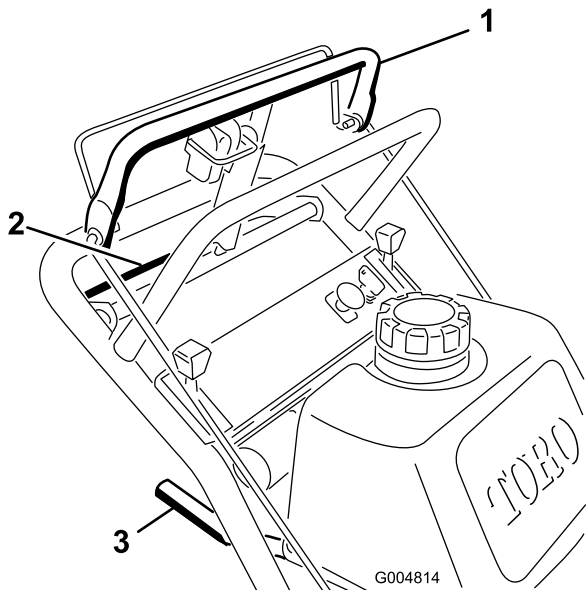

Bild 10
1. Legen Sie einen Vorwärtsgang ein, um vorwärts zu fahren (Bild 10).
3. Drücken Sie langsam auf den oberen Schaltbügel, um vorwärts zu fahren (Bild 10).
Üben Sie zum Geradeausfahren einen gleichmäßigen Druck auf beide Enden des oberen Schalthebels aus (Bild 10).
Reduzieren Sie zum Wenden den Druck auf die Seite des oberen Schalthebels in der Richtung, in der Sie wenden möchten (Bild 10).
3. Drücken Sie den unteren Schaltbügel und den unteren Holm langsam zusammen, um rückwärts zu fahren (Bild 10).
7. Aktivieren Sie den unteren Schaltbügel und heben Sie gleichzeitig den unteren Holm hoch, um über den Bordstein zu fahren (Bild 10 und Bild 11).
4. Aktivieren Sie den unteren Schaltbügel und heben gleichzeitig den unteren Holm hoch (Bild 10 und Bild 11).